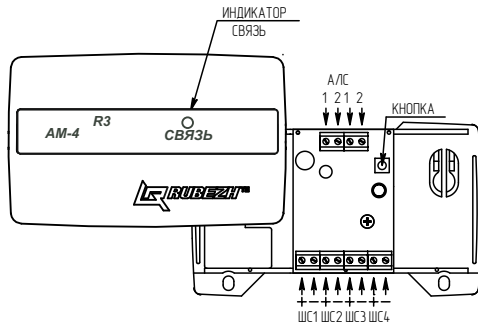

Рисунок 1- Метка адресная AM-4 прот. R3
5.2 Адресная метка представляет собой конструкцию (см. рисунок 1), состоящую из корпуса, внутри которого размещена плата с радиоэлементами, обеспечивающая обработку сигналов со шлейфа сигнализации. На плате установлены клеммные контакты для подключения адресной метки к АЛС и для подключения шлейфов сигнализации (ШС1 – ШС4).